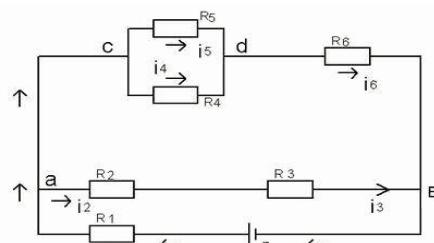

рис. 1
2. В схеме, приведенной на рис. 1, известны параметры источника и резисторов.
Напряжение U_{CD} (схема рис. 1): $U_{CD} = I_{456} \cdot R_{45} = 1 \cdot 20 = 20 \text{ В}$;